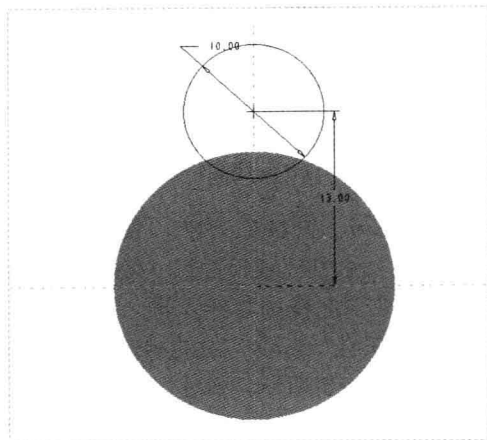

图 15-27 绘制截面 2
Step 05 在“功能区”选项板的“模型”选项卡中，单击“形状”面板中的“拉伸”按钮，弹出“拉伸”选项卡，在绘图区选择 RIGHT 基准平面作为草绘平面，进入草绘环境；单击“草绘”选项卡中的相应按钮，绘制截面，如图 15-27 所示，单击“关闭”面板中的“确定”按钮，完成截面绘制并退出草绘环境。